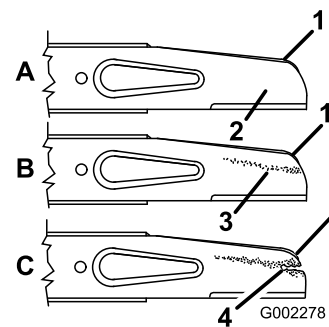

Figura 29
2. Îndepărtați piulițele lamei, acceleratorul și lama (Figura 29).